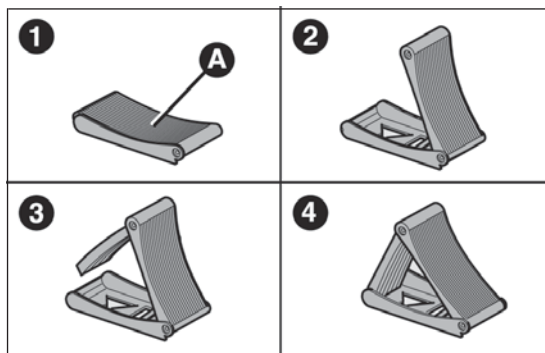

fig. 34
- ☐ extraer la cuña de bloqueo A de la bolsa de herramientas y abrirla en forma de libro de acuerdo con el esquema fig. 34;